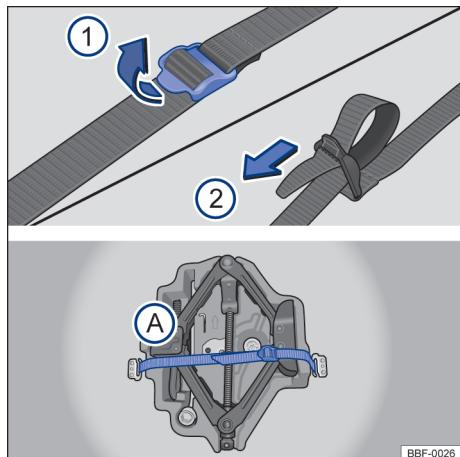

Fig. 156 No compartimento de bagagem: cinta de fixação da caixa de ferramentas e caixa de ferramentas de bordo.
Para soltar a cinta de fixação → Fig. 156 (A), puxar a fivela no sentido da seta (1).